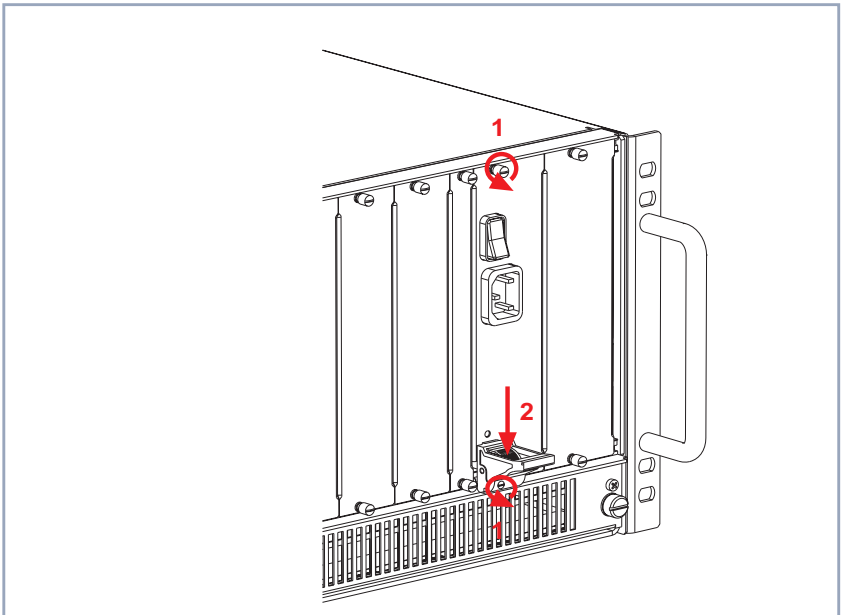

Bild 1-4: Entfernen des Netzteils
- Lösen Sie die Schrauben von der Netzgeräte-Frontplatte, siehe Bild 1-4, Seite 11, Pfeile Nr. 1.
- Drücken Sie den Schalter des Ein-/Aushebegriffes nach unten, um die Verbindung zwischen Erweiterungskarte und Gehäusefront zu lösen (siehe Bild 1-4, Seite 11, Pfeil Nr. 2).
- Lösen Sie die Schrauben der Netzgeräte-Frontplatte, siehe Bild 1-4, Seite 11, Pfeile Nr. 1.